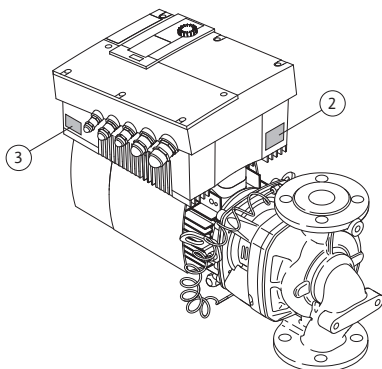

Fig. 12: Διάταξη των πινακίδων στοιχείων:
- Η πινακίδα στοιχείων μηχανισμού κίνησης βρίσκεται στην ηλεκτρονική μονάδα στην πλευρά των ανοιγμάτων διέλευσης καλωδίων (Fig. 12, θέση 3). Η ηλεκτρική σύνδεση πρέπει να γίνει σύμφωνα με τα στοιχεία στην πινακίδα στοιχείων μηχανισμού κίνησης.